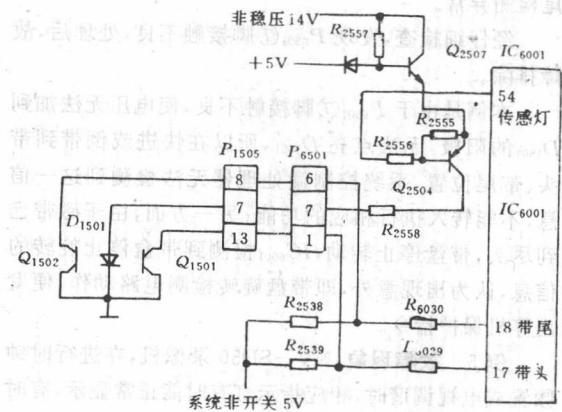

图4 带头、带尾检测电路
**分析与检修:**由于故障现象与磁带倒带到带头,或快进到带尾位置这一特定动作有关。因此怀疑是因带头、带尾检测电路失效而引起的。该机带头、带尾检测电路如图4所示。